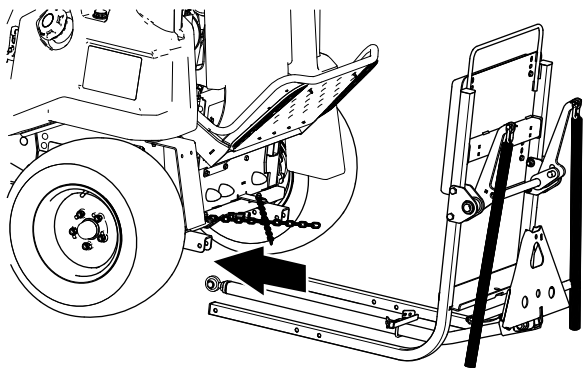

図 11
2. 牽引バーに牽引ストップブラケットを取り付けるUボルト 1 本とフランジロックナット5/16" 2 個を使用して図 11 のように取り付ける。
3. 後アタッチメント用昇降フレームを機体下部に合わせて入れる 図 11。